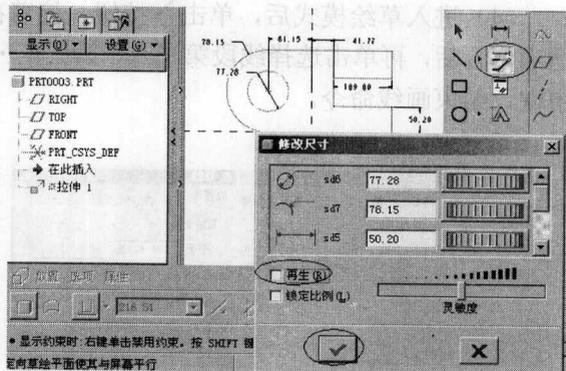

图 1-16 尺寸修改
(1) 按住左键框选要修改的尺寸，接着单击  按钮，如图 1-16 所示。
(2) 出现【修改尺寸】对话框后，取消选中【再生】复选框，接着在各尺寸文本框输入新的数值，设置完成后，单击  按钮。